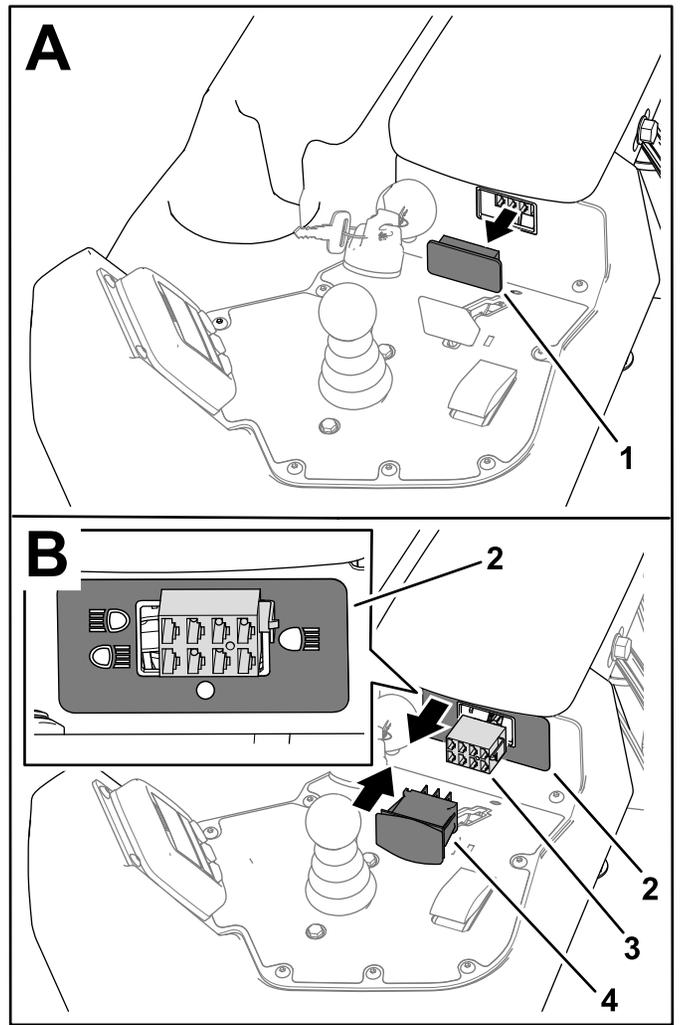

图 4
1. 从控制台上取下栓塞图 4。
2. 如图 4 所示粘贴标贴零件号 131-2046。
如图 4 所示观察标贴的正确方向。
3. 将标有工作灯开关的线束接头连接至开关图 4 然后安装开关。